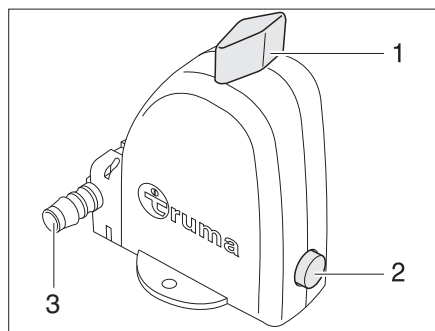

Fig. 228 Válvula de seguridad/purga de la caldera - Posición de funcionamiento
La caldera está equipada con una válvula de seguridad/purga (Fig. 228). La válvula de seguridad/purga evita que el agua de la caldera se congele cuando no esté conectada la calefacción en caso de helada.
- ▷ El tubo de vaciado (Fig. 228,3) de la válvula de seguridad/purga debe estar siempre exento de ensuciamientos (p.ej. follaje, hielo).
- Compruebe si el interruptor giratorio (Fig. 228,1) está en la posición de "Funcionamiento" y engatillado.
- Accione el pulsador (Fig. 228,2), la válvula de purga se cierra.